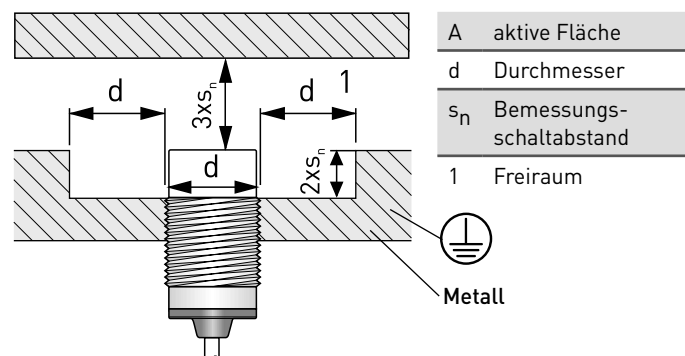

Abb. 1: Freiraum um den zylindrischen Ex Funk-Induktivsensor Ex RF IS M** nb-ST Xm und Abstand zu einer gegenüberliegenden leitenden Fläche.
- Die Funk-Induktivsensoren Typ Ex RF IS M** nb-ST Xm sind über den Einbau, in eine Metallhalterung, in den Potentialausgleich einzubeziehen. Einbau in geerdete Metallhalterung, siehe Abb. 1.